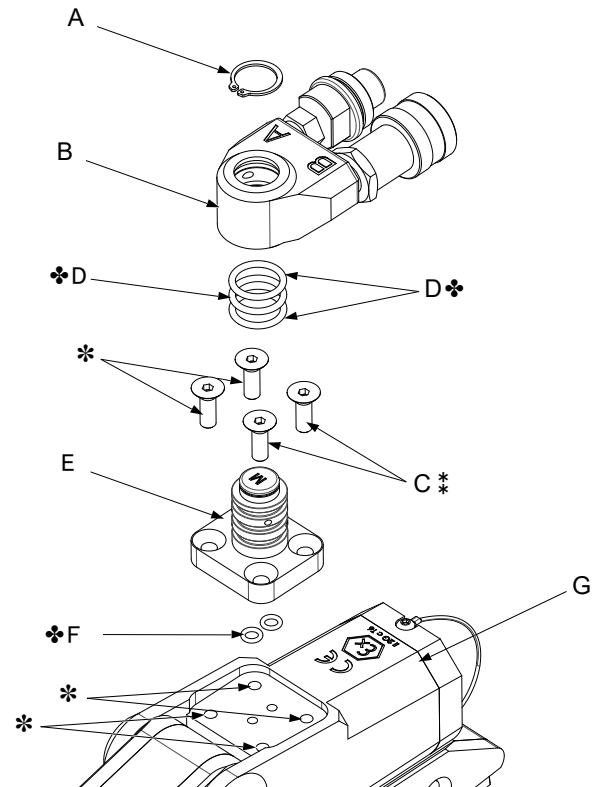

図17: スィベルポストとスィベルアセンブリ
スイベルポストとスイベルアセンブリアタッチメントの分解(図17、18)
- 少量のLoctite 243ねじ溝シーラントをレンチハウジングのねじ取り付け穴に塗布します。位置については図17を参照してください。
- 新品のOリング(F) 2枚をスィベルポスト(E) のベース部分のポートに取り付けます。
- 油圧ポートの位置が合うように注意しながら、スィベルポスト(E) をレンチ(G) に置きます。Oリング(F) が落下したり、挟まったり、切断されたりしないように注意してください。
- 脱脂したソケットヘッドキャップねじ(C) を取り付け、3.7 Ft.lbs [5.1 Nm] で締め付けます。